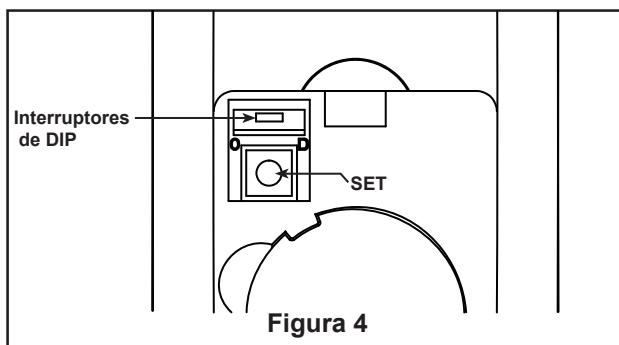

Figura 4
3. Cuando haya realizado la conexión, fije el dosel para cubrir el receptor y el soporte colgante. Teniendo cuidado de no pillar los cables y ponga los cables blancos y verdes en un lado y los cables negros hacia el otro lado. Los cables deben ser colocados de forma extendida poniendo el conductor de la toma de tierra y el conductor de toma de tierra del equipo a un lado de la caja, colocando el conductor sin toma de tierra en el otro lado. (Figura 4)
4. Si desea instalar el kit de iluminación, sátese este paso. Instale la cubierta del cable del kit de iluminación en la ensamble de la placa de iluminación usando el tornillos previamente retirado y asegure los tres tronillos. (Figura 4)
6. Configuración del mando a distancia y proceso de configuración de la velocidad (RPM): (Figura 4)